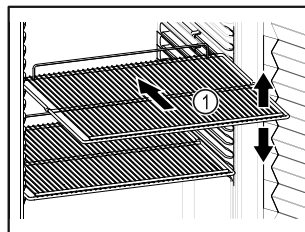

Fig. 40 Ilustrační zobrazení
- ❑ Pokud jsou odstavné plochy Fig. 40 (1) přemístitelné, přizpůsobte je vždy na danou výšku.